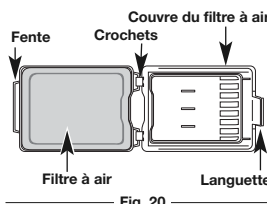

Fig. 20
1. Pour ouvrir le filtre à air, appuyez vers l'intérieur sur la languette de fermeture et retirez ensuite sur le couvercle du filtre à air (Fig. 20).
2. Retirez le filtre à air (Fig. 20).
6. Remplacez le filtre à air dans la plaque de base (Fig. 20).
7. Remettez le couvercle du filtre à air en place. Positionnez les deux petites languettes sur le filtre à air dans les encoches dans le panneau arrière et poussez le couvercle du filtre à air vers le bas, en vous assurant d'aligner la languette de fermeture avec l'encoche de verrouillage, jusqu'à ce que la languette se verrouille en place (Fig. 20).